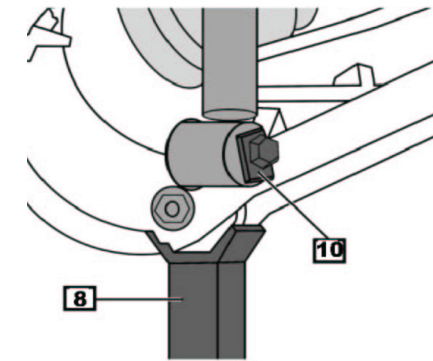

Fig. 6
- **Fig. 6** Querlenker mit Wagenheber abstützen.
- **Fig. 6** Soutenir le bras transversal avec un cric.
- **Fig. 6** Apuntalar el brazo de dirección transversal con un gato elevador.